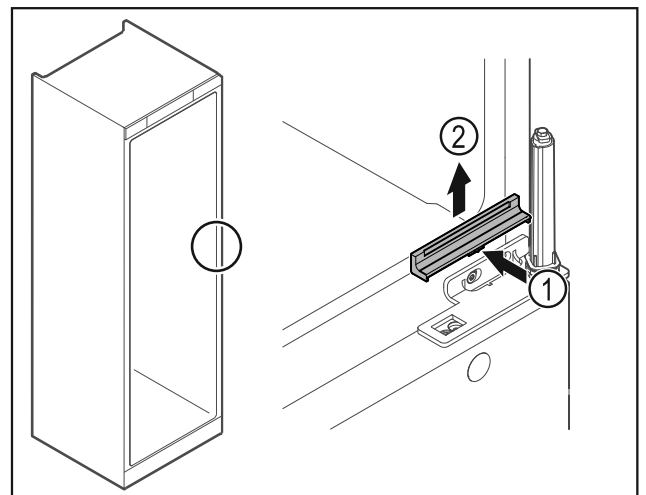

Fig. 25
- ▶ Слегка надавите на крышку по центру Fig. 25 (1) и снимите ее движением вверх Fig. 25 (2).